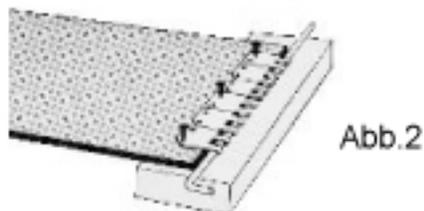

Abb. 2
- 2.) Band auf Holzblock legen und zwar mit den abgetrennten Elementen nach oben. Gurt leicht annageln. Verbindung an beiden äußersten Seiten und in der Mitte mit einem Niet befestigen. Restliche Niete einschlagen, wobei von außen nach innen vorgegangen wird (Abb. 2).